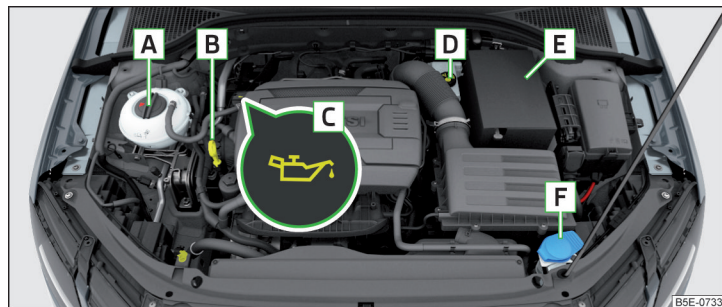

Fig. 308 Exemplu de dispunere în compartimentul motor
- Deșurubați capacul orificiului de umplere cu ulei » fig. 308 la pagina 284.